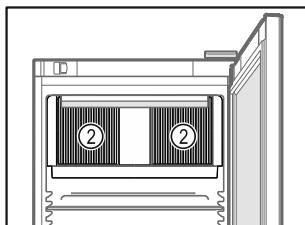

Fig. 31
- Poskrbite, da prezračevalna reža Fig. 31 (2) ventilatorja krožnega zraka v notranjosti ni zakrita.